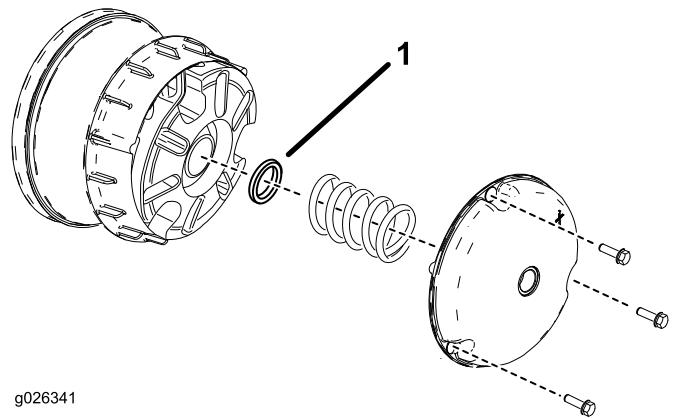

Bild 64
2. Entfernen Sie die Schrauben, mit denen die Abdeckung der Hauptkupplung befestigt ist, wie in **Bild 64** abgebildet.